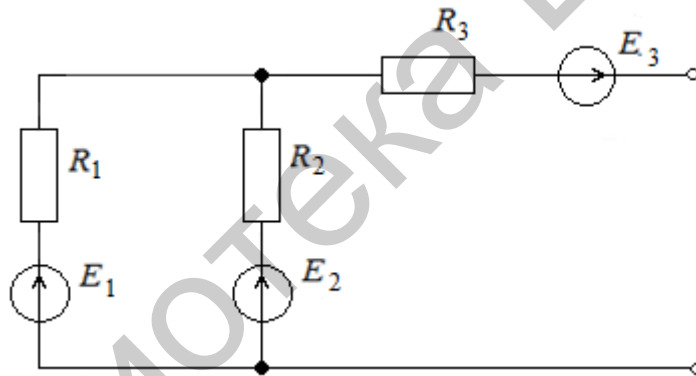

Рис. 138
71. Определить внутреннее сопротивление R_{Γ} и ЭДС E_{Γ} эквивалентного генератора заданной цепи (рис. 138), если $E_1 = 20$ В; $E_2 = 10$ В; $E_3 = 14$ В; $R_1 = 20$ Ом; $R_2 = 5$ Ом; $R_3 = 4$ Ом.